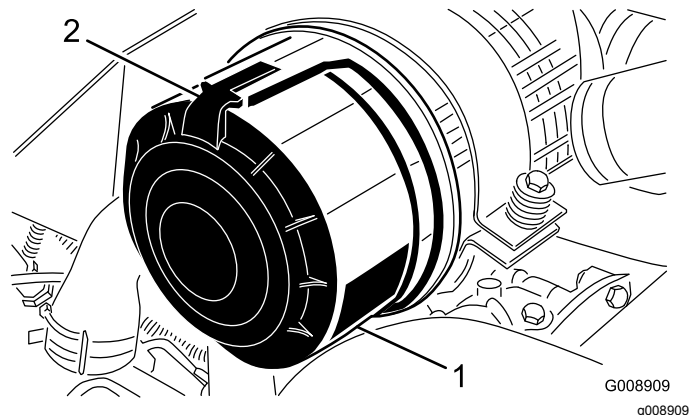

Figura 90
1. Rilasciate i fermi che fissano il coperchio del filtro dell'aria al relativo corpo (Figura 90).